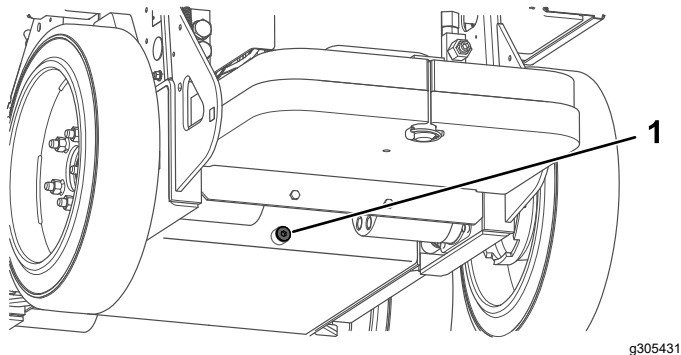

Figure 37
5. Retirez le bouchon de vidange au bas du réservoir hydraulique et attendez que tout le liquide se soit écoulé (Figure 37).